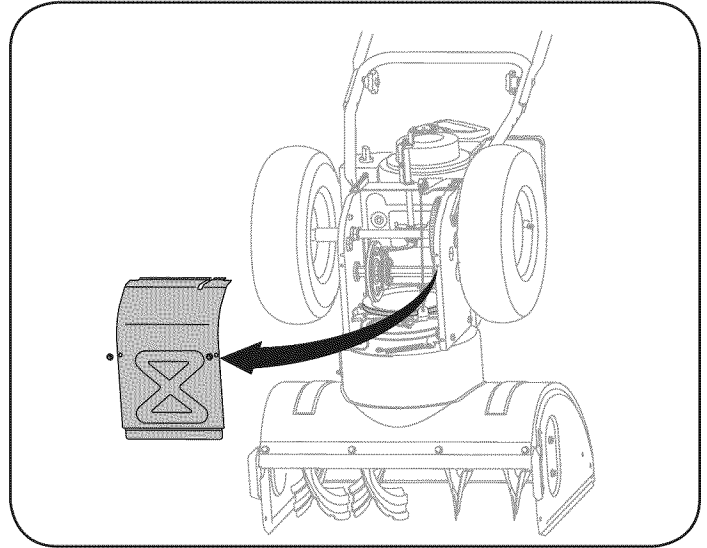

Figura 28
5. Saque la cubierta del marco desde debajo de la máquina quitanieve retirando los tornillos autorroscantes que la aseguran. Vea la figura 28.